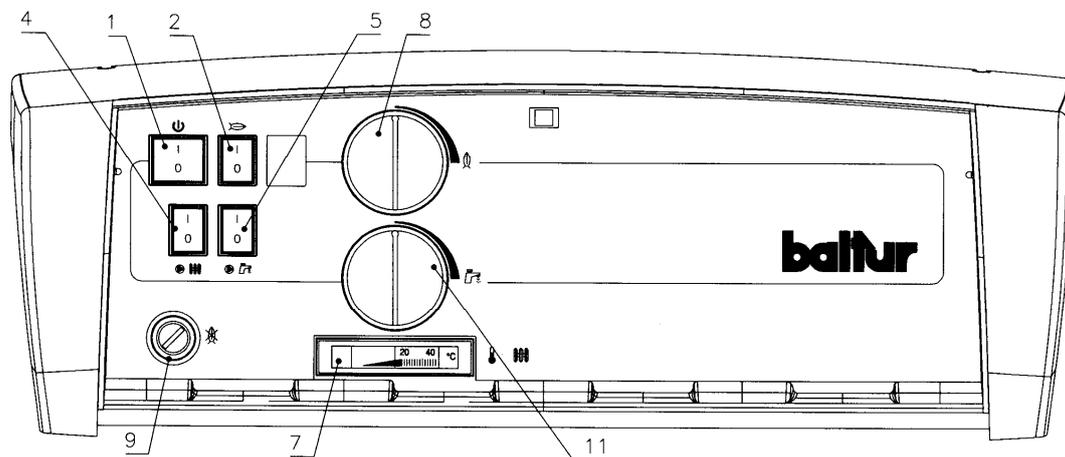

Fig. 4
5.3.1 PANNELLO COMANDO TERMOSTATICO per C-STAR abbinata a BolTherm (Fig. 4)